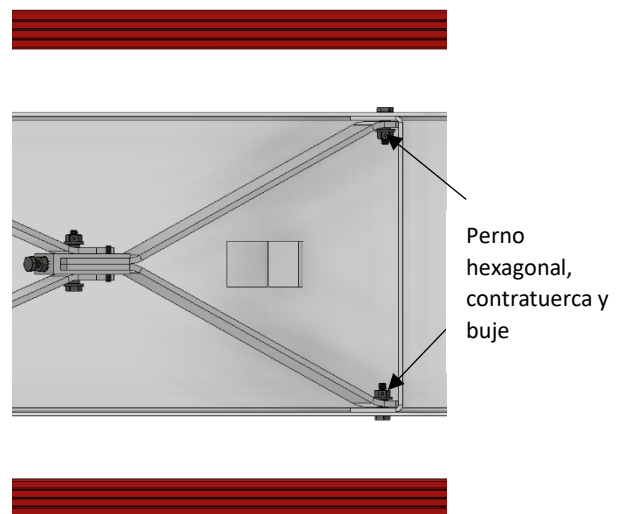

Figura 4
6. Desatornille y retire las dos contratuercas centrales de 1/4"-20 y los pernos hexagonales de 1/4"-20 x 1 que sujetan el ensamble del refuerzo de fijación de los agujeros de montaje en el ensamble superior como se indica en la figura 4.
2. Use dos de los **nuevos** bujes que se suministran con el ensamblaje del refuerzo de fijación, coloque un buje a través de cada uno de los agujeros de montaje en el puntal superior largo del ensamblaje del refuerzo de fijación y alinee los agujeros de montaje en el puntal superior largo con los agujeros de montaje en el ensamblaje superior como se indica en la figura 4.
3. Use e inserte un **nuevo** perno hexagonal de 1/4"-20 x 1" en el agujero de montaje del ensamblaje superior y a través del buje en el agujero de montaje del puntal superior largo en el ensamblaje del refuerzo de fijación a un lado del ensamblaje superior como se indica en la figura 4.